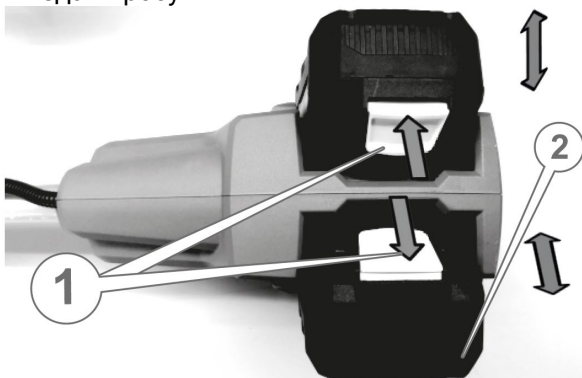

Рисунок 11. Схема встановлення та зняття акумуляторних батарей.
5.1.3.3 Встановлення та зняття акумуляторних батарей (рис. 11).
3. Для зняття АКБ злегка натиснути на кнопку фіксації (1, рис. 11) батареї та, не відпускаючи кнопку, із невеликим зусиллям витягнути акумулятор із гнізда виробу.